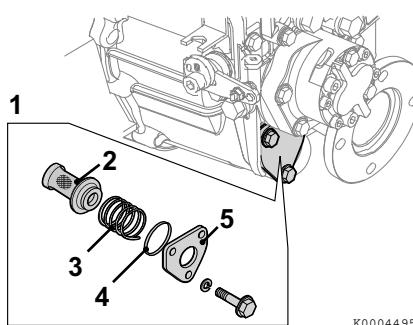

Figure 3
- (a) Retirez le capot latéral (Figure 3, (5)) et enlevez le filtre (Figure 3, (2)).
(c) Fixez le filtre avec le ressort à enroulement (Figure 3, (3)) et insérez-le dans le boîtier. Placez le joint torique (Figure 3, (4)) à l'intérieur du capot latéral.